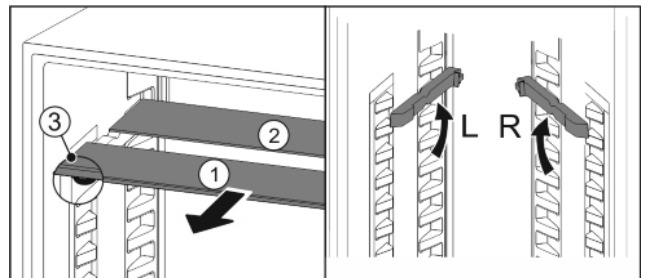

Fig. 22
- Glasplatten einzeln nach vorne herausziehen Fig. 22 (1).
- ▷ Glasplatte Fig. 22 (1) mit den Auszugsstopps liegt vorne.
- ▷ Stopps zeigen nach unten Fig. 22 (3).